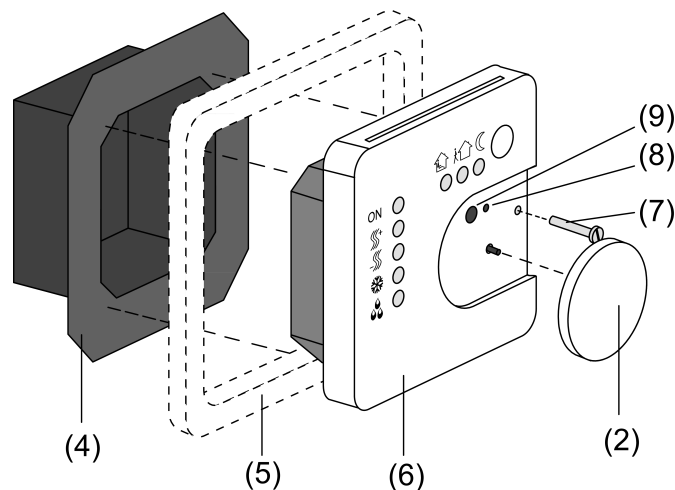
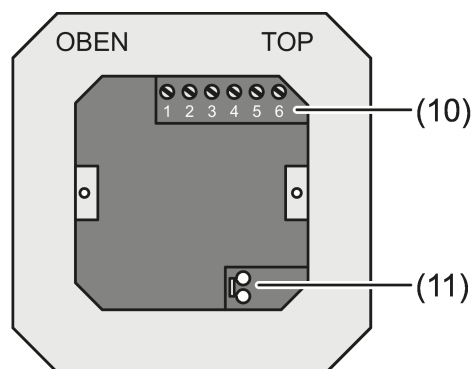
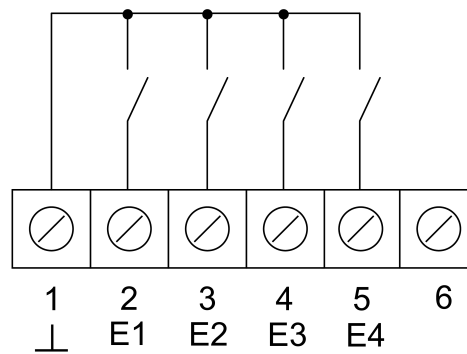
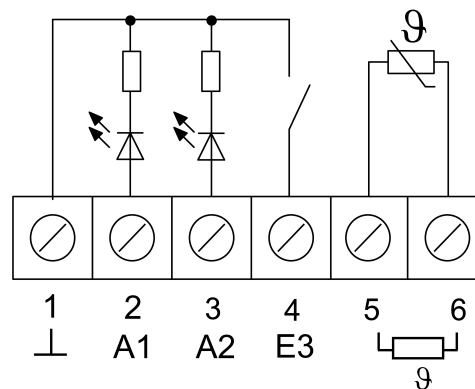

Figura 2: Estructura del aparato
Figura 3: Mecanismo de bornes
Figura 4: Conexión de las entradas binarias
Figura 5: Conexión de salidas binarias
- (4) Mecanismo de bornes
- (5) Cubierta
- (6) Módulo electrónico
- (7) Tornillo de seguridad
- (8) LED de programación
- (9) Tecla de programación
- Separar el mecanismo de bornes (4) del módulo electrónico (6) (véase figura 2).
- Conectar la línea de bus al borne de conexión (11) del mecanismo de bornes (véase figura 3).
- Entradas binarias **E1...E4**: conectar los contactos de ventana de cierre o los contactos normalmente cerrados como interruptores o pulsadores a los bornes 1 y 2...5 (véase figura 4) de la regleta de bornes (10) (véase figura 3).
- Salidas binarias **A1...A2**: conectar los LED o los relés electrónicos a los bornes 1 y 2, 3 (véase figura 5) de la regleta de bornes (10) (véase figura 3).
- Conectar el sensor externo de temperatura a los bornes 5 y 6 (véase figura 5) de la regleta de bornes (10) (véase figura 3).
- Insertar el mecanismo de bornes (4) (véase figura 2) en la caja para mecanismos empotrada. Observar que la inscripción **OBEN / TOP** quede arriba. La conexión de bus (11) debe quedar abajo a la derecha (véase figura 3).
- Colocar la cubierta (5) sobre el mecanismo de bornes (4).
- Colocar el módulo electrónico (6) en la posición correcta en el mecanismo de bornes (4).
- Quitar la rueda de ajuste (2).
- Fijar el módulo electrónico con el tornillo de seguridad (7).
- Montar de nuevo la rueda de ajuste (2).
- Quitar la rueda de ajuste (2) (véase figura 2).
- Pulsar la tecla de programación (9).